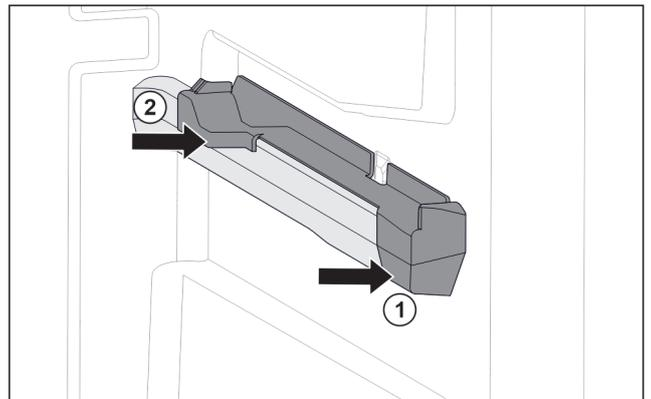

Fig. 74 Pieza de acoplamiento en la nervadura para recipientes derecha
- Coloque la pieza de acoplamiento delante en la nervadura para recipientes. Fig. 74 (1)
- Presione la pieza de acoplamiento por detrás. Fig. 74 (2)